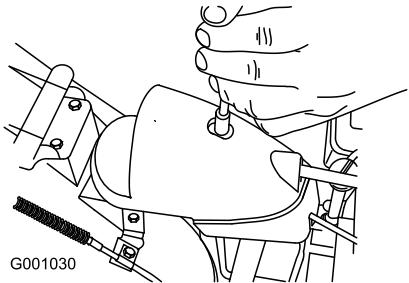

Figure 52
1. Retirez la fixation du couvercle du secteur denté (Figure 52), soulevez l'avant du couvercle et faites-le coulisser en arrière de façon à l'écartier.